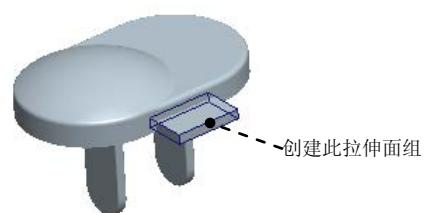

图 13.8 创建拉伸面组
Step4. 通过“拉伸”的方法建立图 13.8 所示的拉伸曲面。